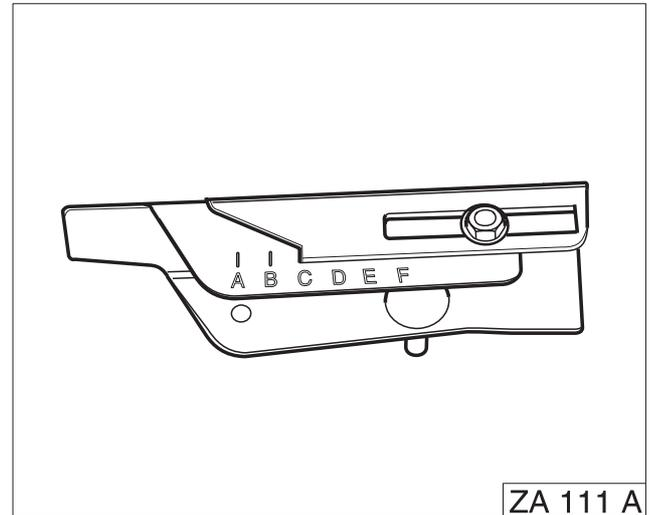

Fig. 55
**Núm. pedido: 117 6100 (Fig. 55)**